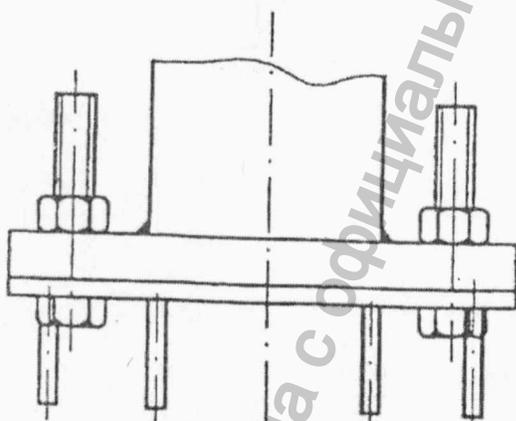

Рис.5 Установка базовой панели
4.2 Установка вращающейся части (Рис. 5, 6, 7)